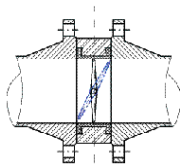
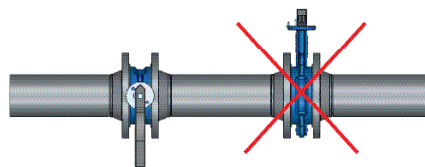

рис. 2
рис. 4
2. Перед началом монтажа убедитесь, что внутренний диаметр фланцев соответствует номинальному диаметру дискового затвора (рис.2). Затворы рекомендуем монтировать таким образом, чтобы шток затвора был в горизонтальном положении ($\pm 30^\circ$) и открытие диска (подъем нижней части диска) осуществлялось «по потоку» (рис. 4). При такой установке взвесь вымывается потоком воды из седлового уплотнения затвора. Установка затвора в положении с вертикальным расположением